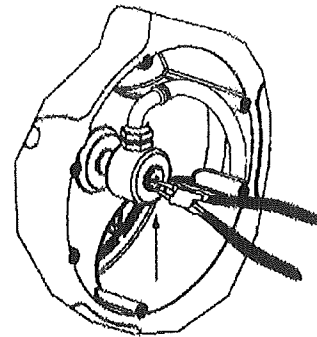

Fig. 17
- Remove the circlip and pull the swivel. Be careful not to damage the swivel O-Ring (fig. 17).
- Quite la arandela de seguridad y tire de la rótula hacia fuera con cuidado de no dañar la junta interior (fig. 17).
- Enlever le circlip et tirer sur la rotule. Attention à ne pas endommager le joint torique intérieur (fig. 17).